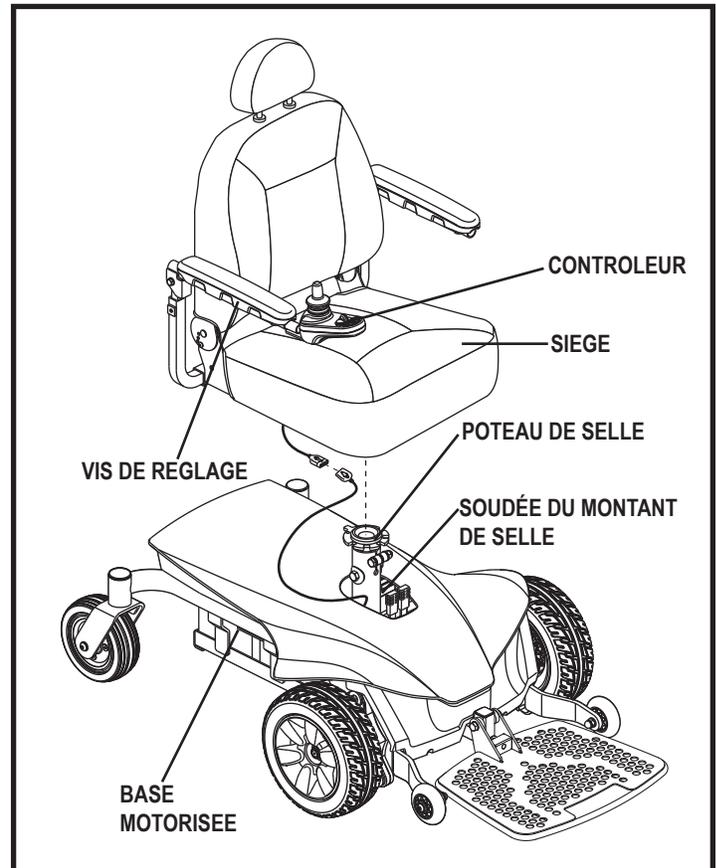

Figure 7. Siège et module de commande
1. Réglez la longueur de la partie du mât du siège, insérez le boulon dans l'ouverture du mât du siège puis installez l'écrou de blocage. **Voir la figure 7.**
3. Glissez le siège sur le poteau de selle. **Voir la figure 7.**
4. Installez le contrôleur sur l'un des accoudoirs. Serrez la vis de blocage avec la clé hexagonale fournie. **Voir la figure 7.**
5. Relevez l'accoudoir à la verticale, passez le câble du contrôleur et fixez-le avec des attaches pour selon l'illustrations **figures 7, 8 et 9.**